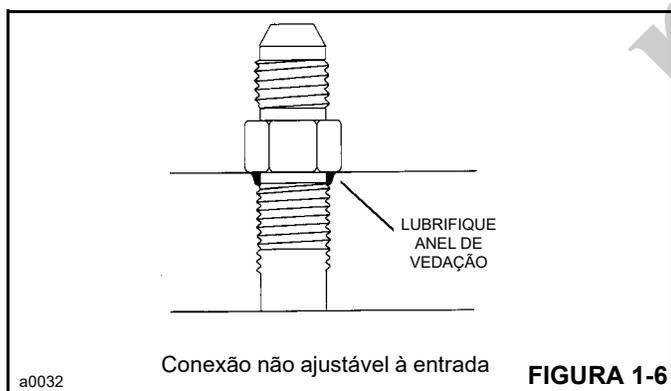

FIGURA 1-6
2. Lubrifique o anel de vedação com óleo limpo Figura 1-6.